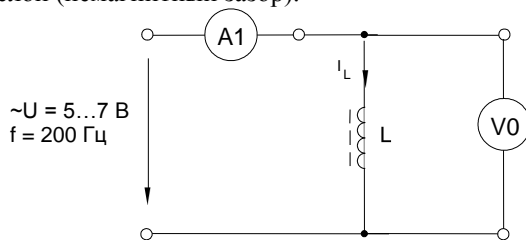

Рисунок 7.11. Схема электрических соединений
- Соберите цепь согласно схеме (рис. 7.11), подсоедините к ней регулируемый источник синусоидального напряжения с параметрами: $U=5...7\text{ В}$ и $f = 200\text{ Гц}$. В качестве индуктивности с малым активным сопротивлением используйте катушку трансформатора 300 витков, вставив между подковами разъемного сердечника полоски бумаги в один слой (немагнитный зазор).